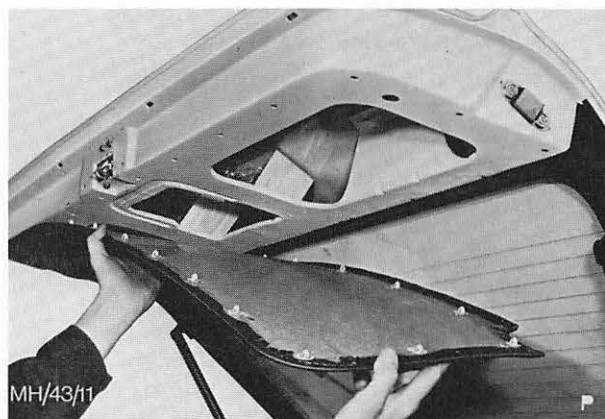

Abb. 49 Verkleidung – Rückwandtür
2. Verkleidung auf die Rückenwandtür montieren, Halteclipe durch Verschieben der Verkleidung zu den Öffnungen im Türinnenblech ausrichten, Verkleidung fest andrücken, Abb. 49.